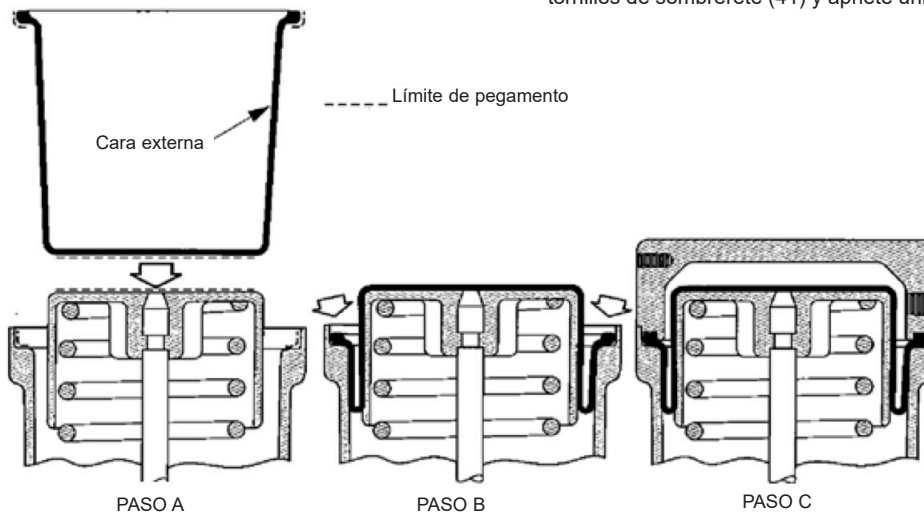

Figura 7 - Método 2
K-2. Sujete el reborde del diafragma (40) entre los labios de la caja del diafragma (42) y el tambor del resorte (Figura 7- Método 2, Paso C).